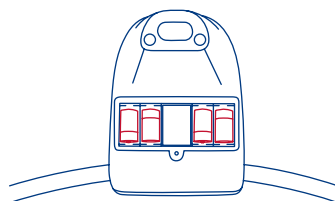

Fig. 12
- 12) • Install four size C batteries and replace the battery cover. Do not overtighten the screw. (Fig. 12)
- Instale cuatro pilas tamaño C y vuelva a colocar la tapa de las pilas. No ajuste de más el tornillo. (Fig. 12)